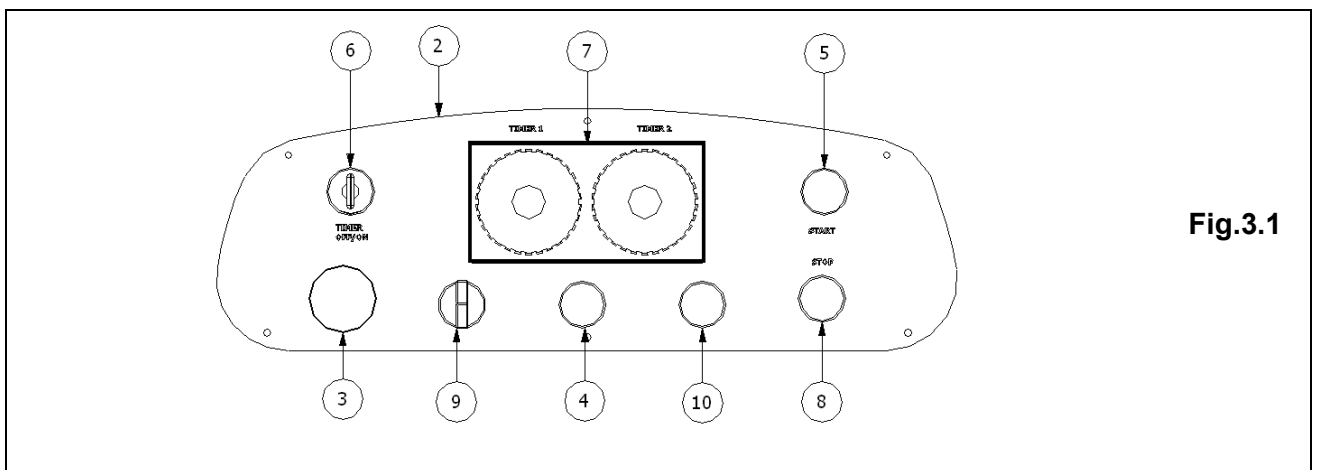

Fig.3.1
Le tableau de commande de la machine (Fig. 3.1) est situé sur le bras monté sur la base de la structure de la colonne de levage et comprend tous les boutons nécessaires à son fonctionnement.
1. Pendant que la machine fonctionne, appuyer sur le bouton d'arrêt d'urgence du panneau de commande (Pos.3 Fig. 3.1). La machine devrait s'arrêter immédiatement.
1. Arrêt la machine (Appuyer il bouton STOP Pos.8 Fig. 3.1 ou le bouton coup de poing rouge d'arrêt-d'urgence Pos.3 Fig. 3.1)
3. S'assurer que le bouton d'arrêt d'urgence (Pos. 3 Fig. 3.1) n'est pas pressé ; sinon, déverrouiller le en tournant le bouton dans la direction indiqué par la flèche.
1. Tourner il sélecteur Pos.6 (Fig. 3.1) sur la position OFF.
2. Appuyer le bouton START (Pos 5 Fig. 3.1) pour démarrer la machine à la première vitesse.
3. Appuyer le bouton STOP (Pos. 8 Fig.3.1) pour arrêter le cycle de travail
1. Tourner le sélecteur Pos.6 (Fig.3.1) sur la position ON
3. Sélectionner le sens de rotation de la cuve en utilisant le sélecteur Pos. 9 - Fig.3.1 (in caso contrario all'avvio della macchina, ruota la spirale ma non la vasca)
4. Appuyer le bouton START (Pos 5 - Fig.3.1) pour démarrer la machine à la première vitesse.
5. Appuyer le bouton STOP (Pos. 8 - Fig.3.1) pour arrêter le cycle de travail.
INFORMATION: Il est possible inversée le sens de rotation de la cuve en utilisant le sélecteur Pos.9 (Fig.3.1) du tableau de commande.
1. Tourner il sélecteur Pos.6 (Fig.3.1) sur la position ON
4. Tourner le sélecteur Pos. 9 (Fig.3.1) à droite (autrement tourne la spirale mais non la cuve)
5. Appuyer le bouton START (Pos 5 - Fig.3.1); le machine démarre en vitesse 1 et passe automatiquement à la vitesse 2 après 5 secondes environ.
6. Appuyer il bouton STOP (Pos. 8 - Fig.3.1) pour arrêter le cycle de travail.
4. Sélectionner le sens de rotation de la cuve en utilisant le sélecteur Pos. 9 (Fig.3.1).
5. Appuyer le bouton START (Pos 5 Fig.3.1) pour démarrer la machine à la première vitesse.
4. Tourner à droite le sélecteur Pos. 9 (Fig.3.1) (autrement tourne la spirale mais non la cuve)
5. Appuyer le bouton START (Pos 5 - Fig.3.1) pour démarrer la machine; le machine démarre en vitesse 1 et passe automatiquement à la vitesse 2 après 5 secondes environ.
4. Sélectionner le sens de rotation de la cuve en utilisant le sélecteur Pos. 9 - Fig.3.1. (autrement tourne la spirale mais non la cuve)
INFORMATION: Il est possible inversée le sens de rotation de la cuve en première vitesse en utilisant le sélecteur Pos.9 (Fig.3.1) du tableau de commande.
INFORMATION: En fonctionnement à la deuxième vitesse, le réservoir ne tourne que si le sélecteur Pos. 9 (Fig.3.1) est tourné vers la droite
MODE MANUEL: Appuyer le bouton STOP Pos. 8 Fig.3.1 ou soulever la grille de protection
ARRET D'URGENCE: Appuyer sur le bouton coup de poing rouge d'arrêt-d'urgence Pos. 3 Fig. 3.1.
En fonctionnement en mode automatique, l'arrêt d'urgence avec le bouton d'arrêt de couleur rouge (Pos.3-Fig.3.1) réinitialise les minuteries. L'arrêt avec le bouton STOP (Pos.8-Fig.3.1), l'arrêt d'urgence avec le bouton d'arrêt ne pas réinitialiser les minuteries et il est possible reprendre le travail en appuyant le bouton START (Pos.5-Fig.3.1)